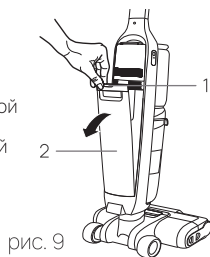

рис. 9
2. Нажмите большим пальцем на кнопку снятия резервуара для чистой воды и аккуратно извлеките его (рис. 9).